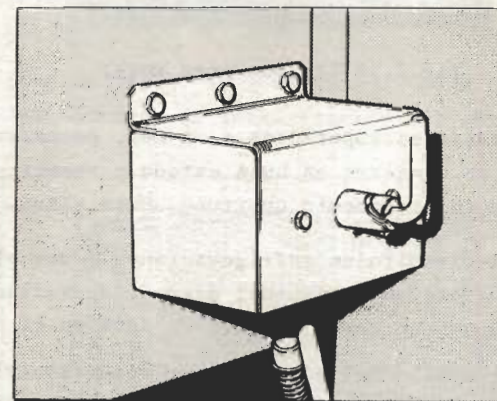

Fig.2.10 Desconectador de baterías.
- 2º Ya parado el motor, desconectar el interruptor general de baterías (fig.2.10).